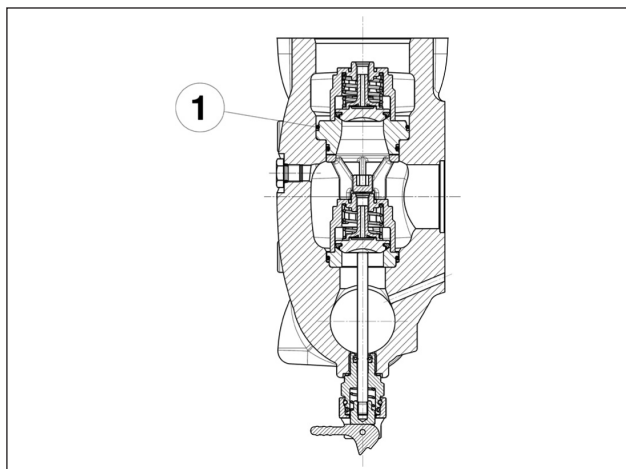

Fig. 128
Preste atenção especial na inserção do anel circular indicado na pos. ①, Fig. 128. Aconselha-se o uso da ferramenta cod. 27516000 (para LK36-LK40-LK45) ou o cód. 27516100 (para LK50-LK55-LK60), para evitar que o anel circular possa cortar durante a inserção.